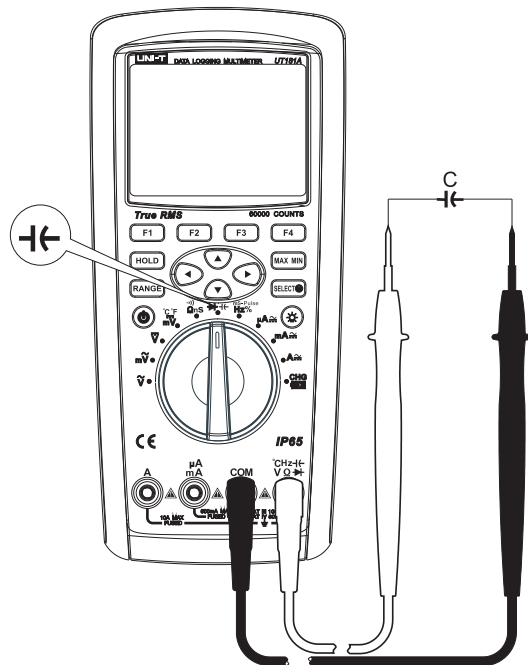

图9
- 2) 将仪表的旋钮开关转到"**←**"测量档,按SELECT键选择电容测量档,如图9,将表笔并联到被测电容两端。